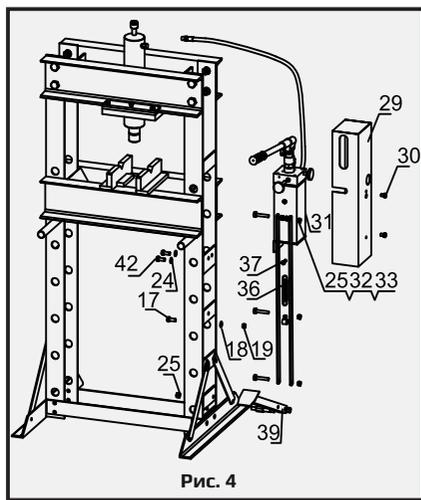

Рис. 4
5) закрепите насос (31) на раме с помощью болтов (42, 17), шайб (24, 18) и гайки (19). Установите пружину педали (36), зафиксируйте ее болтом (37). Присоедините педаль (39) к стойке рамы при помощи болта (25), затем присоедините ее к рукоятке, при помощи болта (25) и гаек (32,33). Прикрепите защитный кожух (29) к насосу с помощью болтов (30). Рис. 4.